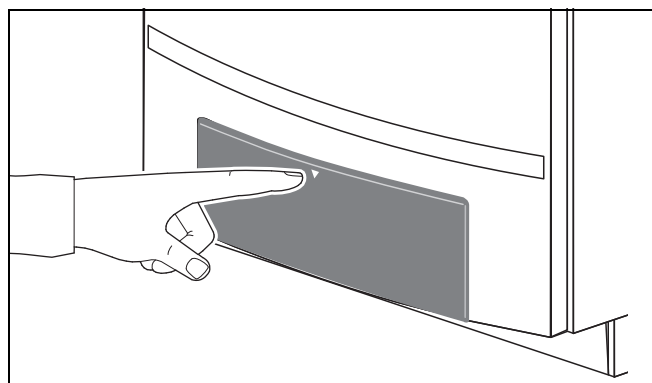

Fig. 78 Chiusura del pannello di servizio
- Chiudere il pannello di servizio esercitando una leggera pressione (fig. 78, pagina 56).
- Chiudere il pannello di servizio esercitando una leggera pressione (fig. 78).